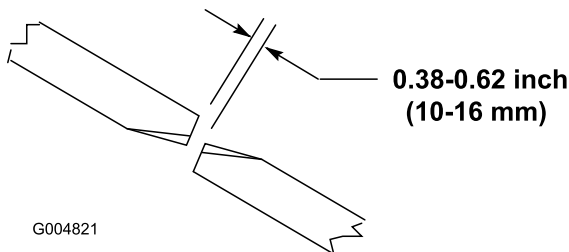

Figure 25
Pour que le plateau de coupe fonctionne correctement, les pointes des lames des plateaux latéraux et du plateau central doivent être espacées de 10 à 16 mm (Figure 25).
2. Tournez une lame centrale et une lame latérale adjacente de manière à aligner les pointes des lames. Mesurez la distance entre la pointe des lames (Figure 25).